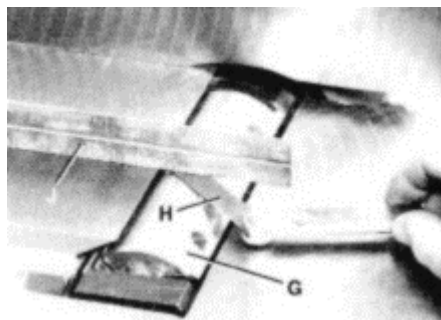

Рис. 57 Регулировка положения фрезерной головки
10. Осторожно поворачивайте фрезерную головку (G), Рис. 57, пока круглая часть фрезерной головки не окажется сверху, как показано на рисунке.
11. Установите щуп 060" (H), Рис. 57, на фрезерную головку и с помощью линейки (J) на заднем столе отрегулируйте высоту заднего стола так, чтобы она была на 1,5 мм (0,060") выше диаметра фрезерной головки, как показано на рисунке.